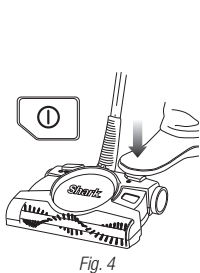

Fig. 4
- 1 Appuyez sur l'interrupteur marche/arrêt pour démarrer l'appareil. Appuyez sur l'interrupteur marche/arrêt pour éteindre l'appareil (« OFF »). (Fig. 4)